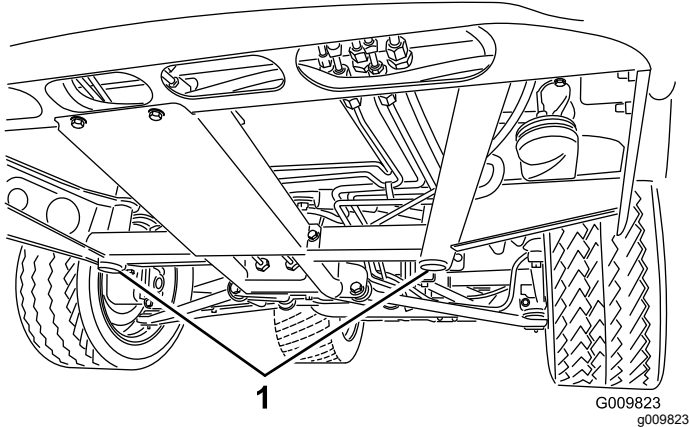
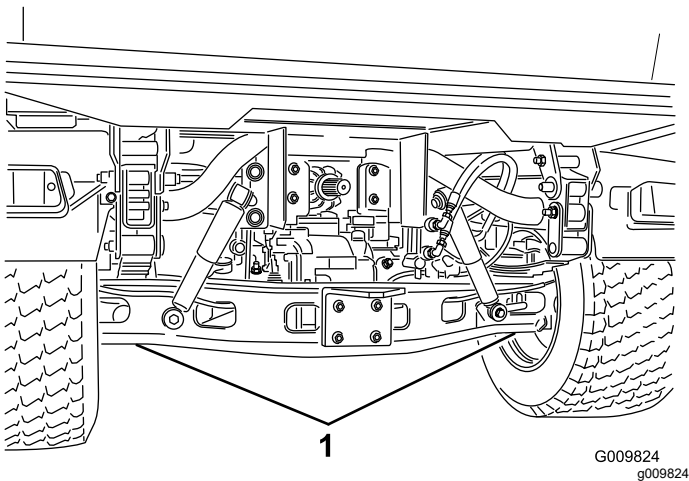

Bild 37
Bild 38
- Die Hebestelle vorne an der Maschine befindet sich unter der vorderen mittleren Rahmenstütze (Bild 37) und hinten unter der Achse (Bild 38).